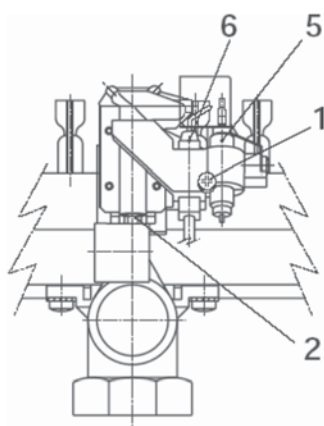

рис.4
3. Выкрутите винт 1 (рис. 4), демонтируйте пилотную горелку.
4. Замените форсунку 2 (рис. 4) инжектора пилотной горелки.
9. Установите пилотную горелку с опорной пружиной, убедитесь, что термозлемент 5 и воспалительная свеча 6 (рис. 4) установлены корректно.